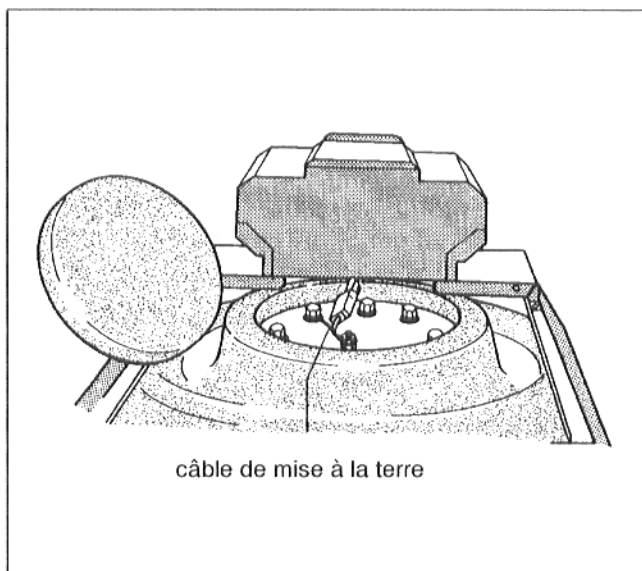

Fig. 36
- Retirer le capot arrière de la chaudière et le disque calorifuge (Fig. 36).
- Visser le câble de mise à la terre à l'aide d'une vis de fixation dans l'ordre suivant: câble, rondelle dentée, rondelle (Fig. 36).